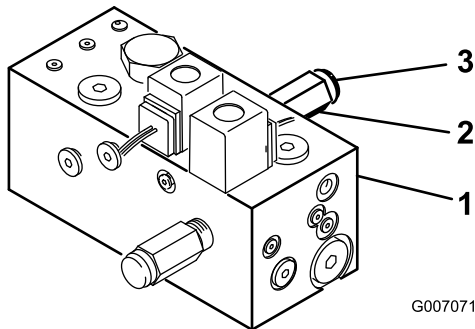

図 10
1. マニホルドの後ろ側で、六角レンチを使ってリリーフ・バルブのキャップを外す。(図 10)。